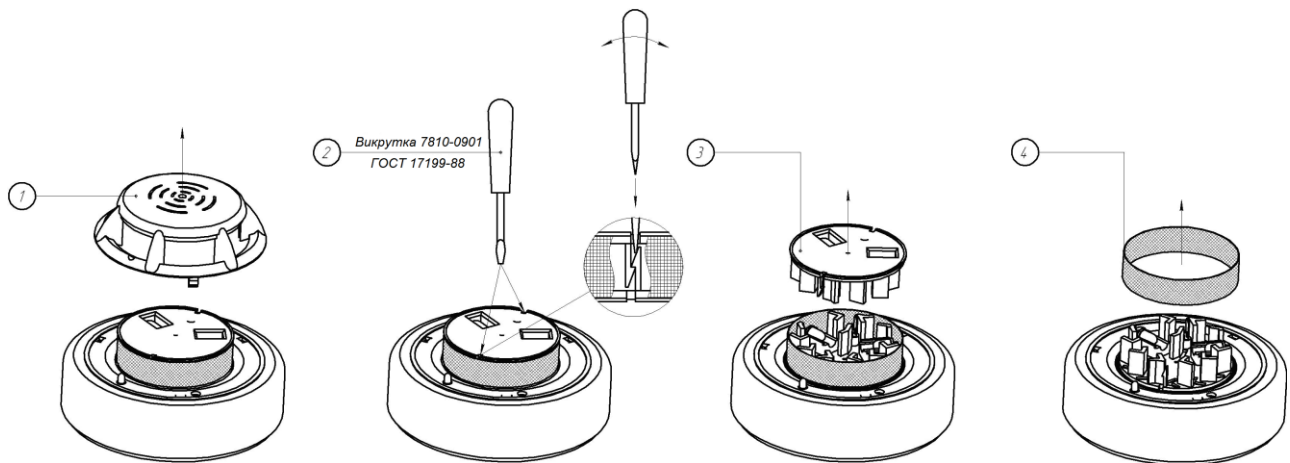

Рисунок 3
3.3 Для перевірки працездатності сповіщувача слід ввести в контрольний отвір у верхній кришці (поз.1 рис.3) щуп (штир діаметром 0,5 – 1,0 мм, довжиною 3 – 4 см). Після 3-4 спалахів світлодіод повинен постійно засвітитись.